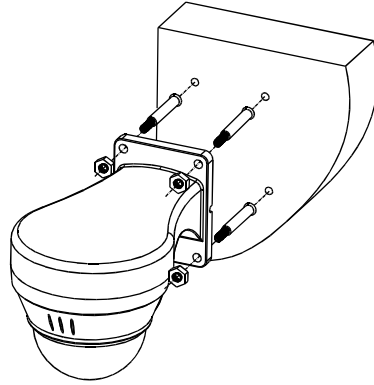

图2.2-5
5. 使输出线卡入支架底板出线槽内，将壁挂支架对准墙上的M8螺栓，然后用M8螺母锁紧壁挂支架，如图2.2-5所示